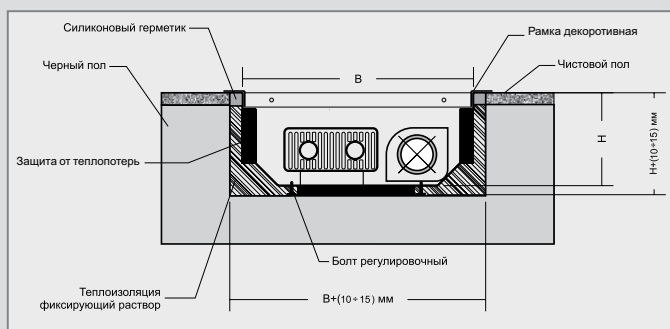

Рис.1
8. Установите конвектор в горизонтальное положение по уровню. Осуществляется с помощью 4-х регулировочных болтов (рис.1).